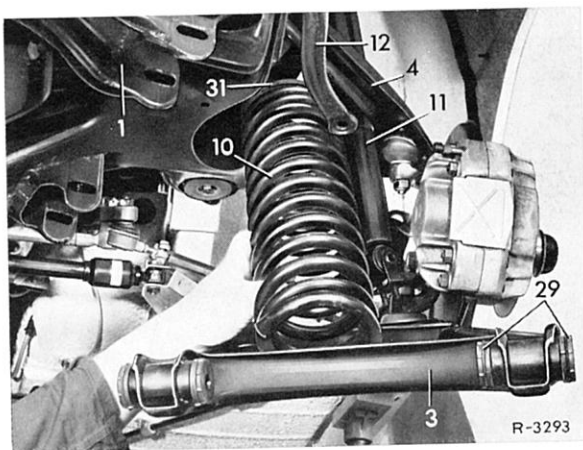

Bild 32-5/4
Anm.: Der Aufsatz (44) besitzt zwei Abstützpunkte für den Aufnahmebolzen. Bild 32-5/3 zeigt die Verwendung der Vorrichtung auf der linken Wagenseite. Für die rechte Seite ist der Aufnahmebolzen umzustecken.
5 Aufsatz (44) entfernen, Querlenker nach vorn schwenken und Vorderfeder mit Gummiring (31) herausnehmen (Bild 32-5/4).